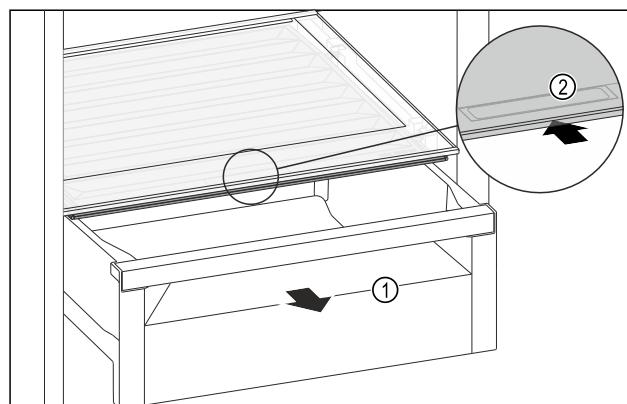

Fig. 122
- Izvlecite predal Fig. 122 (1).
- Primiti prijemanlo vdolbino Fig. 122 (2) na pokrovu predala in pokrov predala istočasno potisnite nazaj.